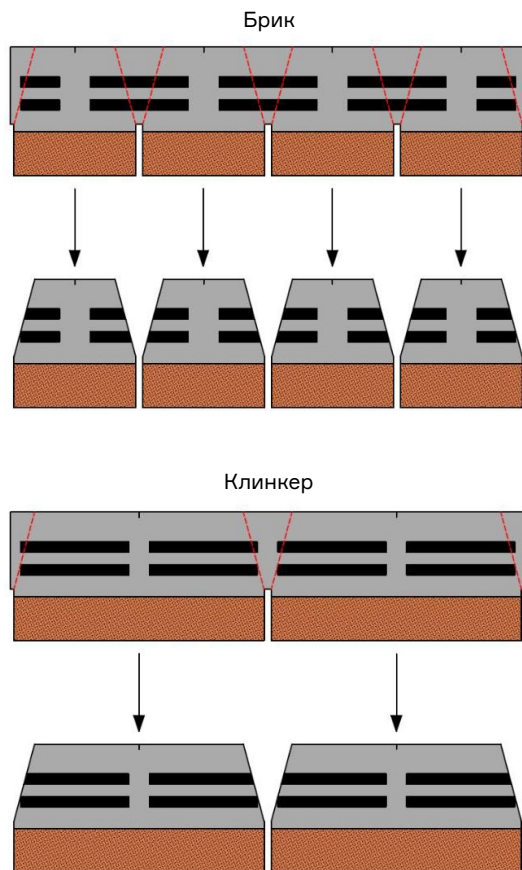

Рис. 17. Изготовление угловых элементов для отделки внешних углов.
8.2.6. В случае отделки внешних углов при помощи угловых элементов их необходимо вырезать из самой фасадной плитки (рис. 17).